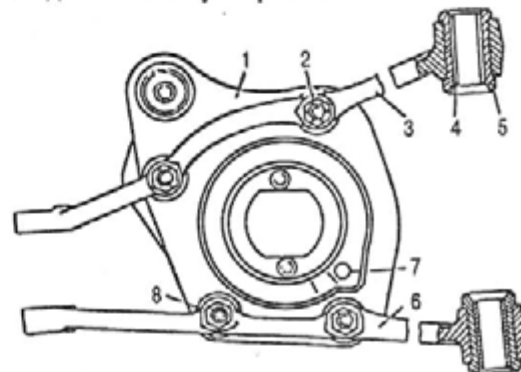

Рис. 261. Нижние рычаги подвески:
- отвернуть гайки 2 (рис. 261), вынуть болты 8 и отсоединить чашку от рычагов;
На опорные торцы средних бобышек рычагов наложить опорную чашку пружины, совместив отверстия в деталях для установки болтов 8 (см. рис. 261). При этом ушко опорной чашки для крепления стойки стабилизатора для левой и правой сторон подвески должно быть направлено вперед по ходу движения автомобиля;
- на верхний конец пружины (со шлифованным витком) надеть резиновое опорное кольцо и установить пружину нижним концом в опорную чашку пружины так, чтобы сливное отверстие 7 в чашке (см. рис. 261) не перекрывалось бы витком пружины;